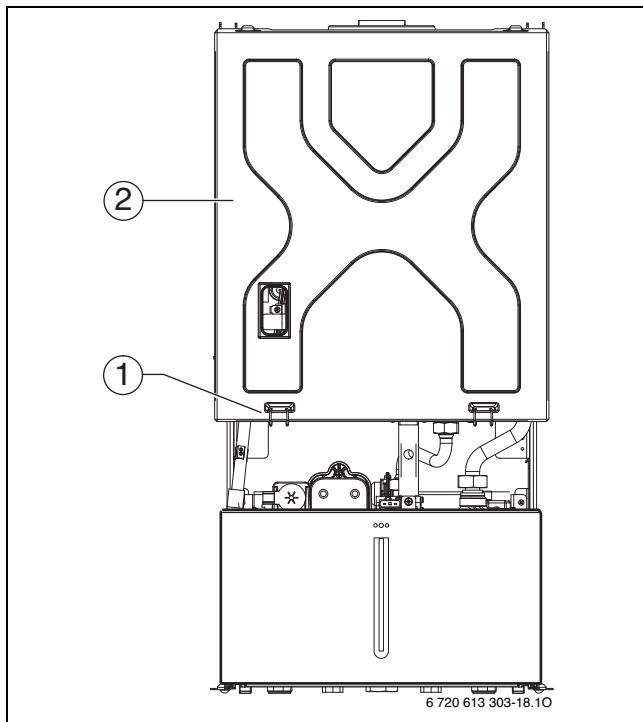

Рис. 49 Открывание воздушной камеры
- ▶ Удалить две скобы (1) и крышку воздушной камеры (2) снять движением вверх (→ рис. 49).